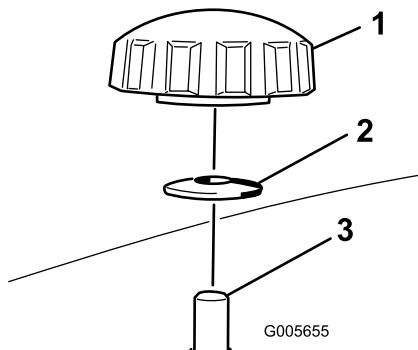

Figura 16
4. Retire los 2 pomos y las arandelas curvas que sujetan el deflector derecho al cortacésped (Figura 16).
5. Retire el deflector derecho y baje el deflector de hierba sobre el orificio de descarga, según se muestra en Figura 16 y Figura 17.
5. Coloque el deflector derecho debajo de la carcasa de corte y fíjelo usando 2 pernos y las arandelas curvas (cara ahuecada hacia el cortacésped) según se muestra en Figura 16 y Figura 17.